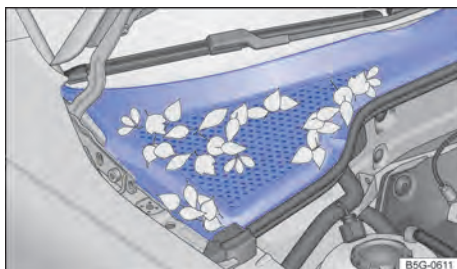

Fig. 171 Entre el vano motor y el parabrisas: caja de aguas (representación gráfica).
- La caja de aguas está ubicada en el vano motor, entre el parabrisas y el motor, y bajo una cubierta perforada → fig. 171. El aire ambiente es aspirado de la caja de aguas al interior del vehículo por medio del sistema de calefacción y ventilación o del aire acondicionado.